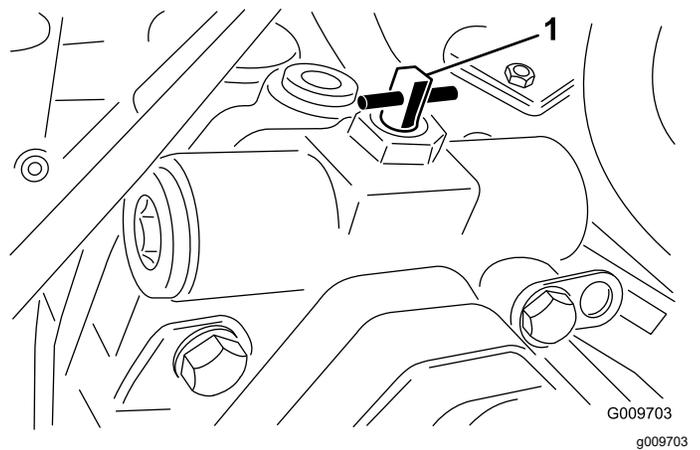

图 41
3. 将旁通阀向任一方向旋转 90°¼ 圈打开旁通阀让液压油在内部分流图 41。
2. 将旁通阀向任一方向旋转 90°¼ 圈打开旁通阀让液压油在内部分流图 41。